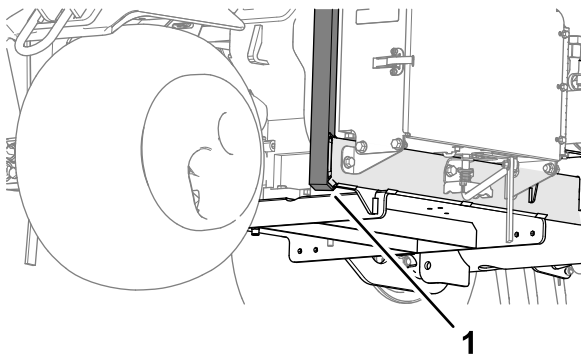

Bild 138
3. Stellen Sie den Wagenheber sicher unter den Tragarm des Vorderrads (Bild 138).